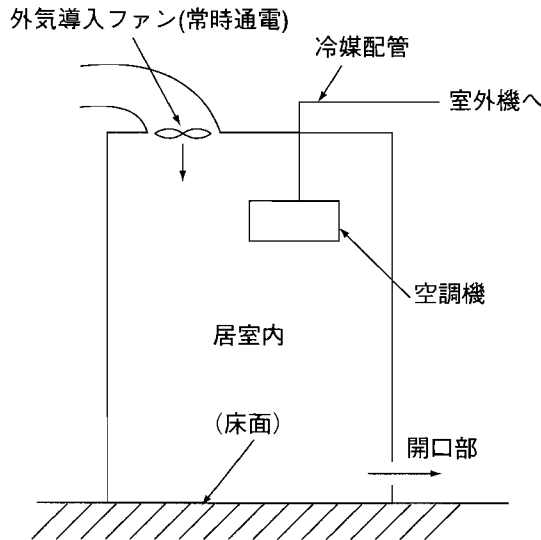
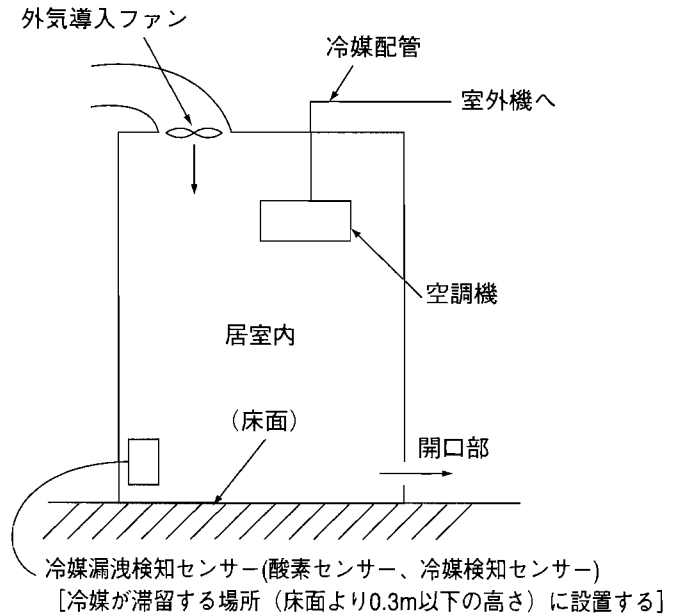

図2 常時換気システム(外気導入の例)
図3 センサー連動システム(外気導入の例)
換気システムは原則として空調機の使用／不使用、室内への在／不在に関わらず常に作動させてください。それが不可能な場合はセンサーシステムによって冷媒漏洩時に換気システムを自動的に作動させてください。図2に常時換気システム、図3にセンサー連動システムを示します。
- ・図2に示すサービススペースを確保してください。
【図2】